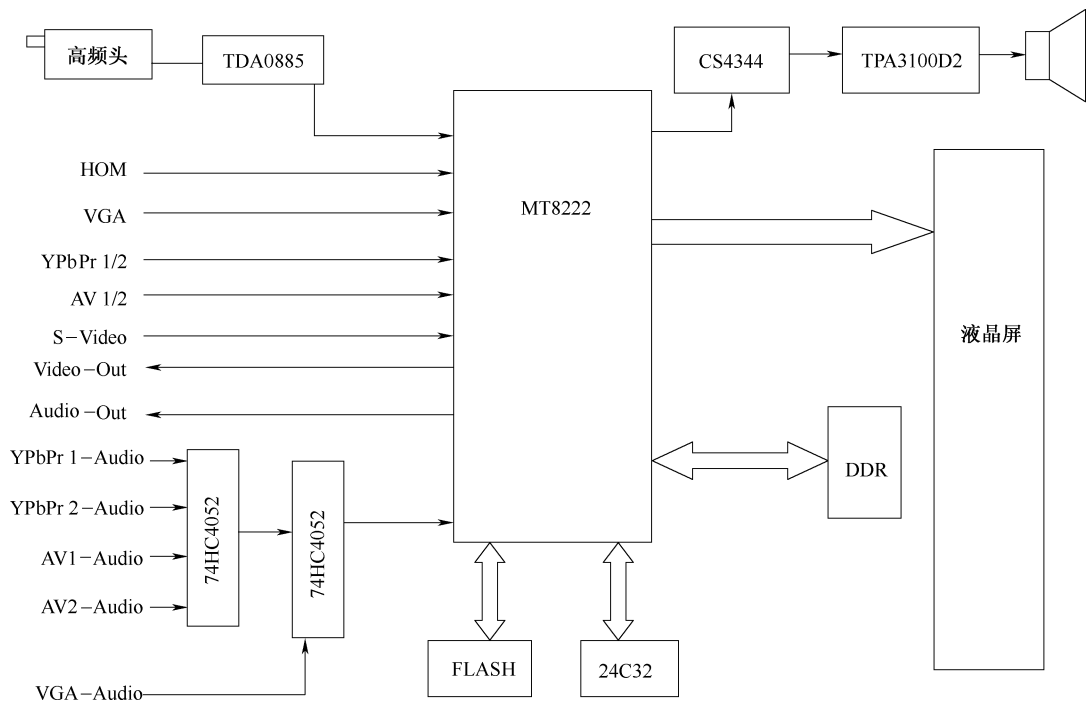

图 4-37 海信 MT8222 机心 TLM32V67K 彩电电路组合方案和信号流程
海信 MT8222 机心 TLM32V67K 彩电电路组合方案和信号流程如图 4-37 所示。适用机型：TLM32V67K、TLM42V68P、TLM42V68PA、TLM42V68P (1)、TLM42V68P (2)、TLM42V68P (3) 等液晶彩电。